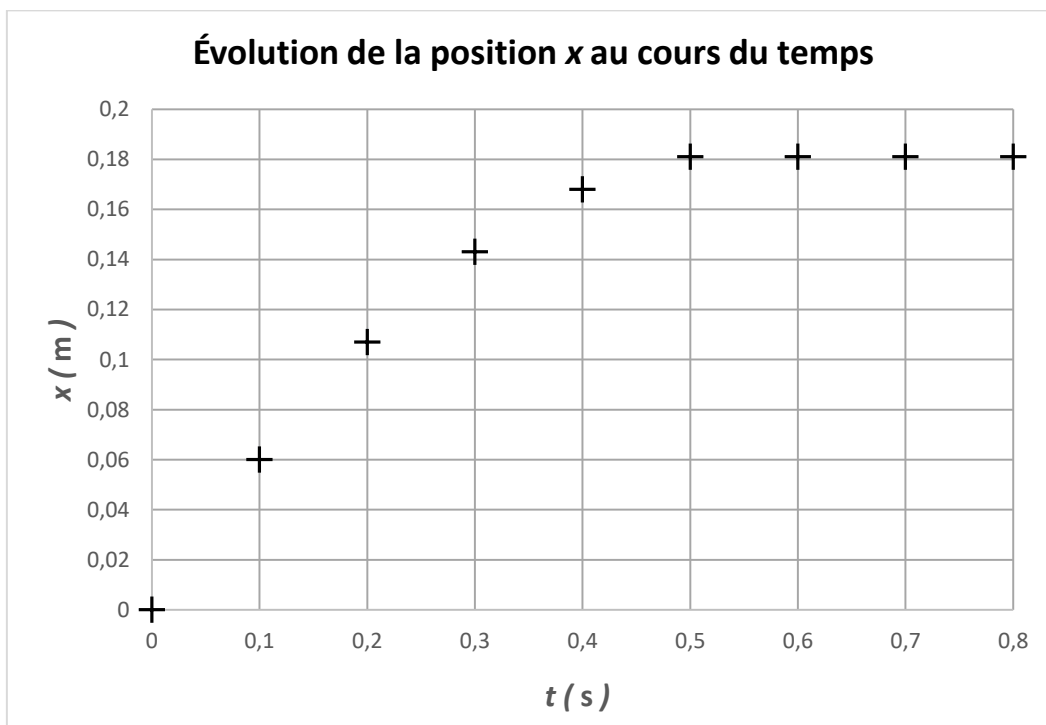

Figure 1
1. En prenant appui sur la **figure 1** et en justifiant, décrire l'évolution (croissante, décroissante...) de la vitesse de la voiture au cours du temps.
2. En utilisant la **figure 1**, calculer la vitesse moyenne de la voiture entre les instants $t_0 = 0$ et $t = 0,1$ s.
11. En déduire la valeur de la distance d parcourue par la voiture entre les instants t_0 et t_f . Confronter le résultat obtenu à celui que l'on peut déterminer sur la **figure 1**.